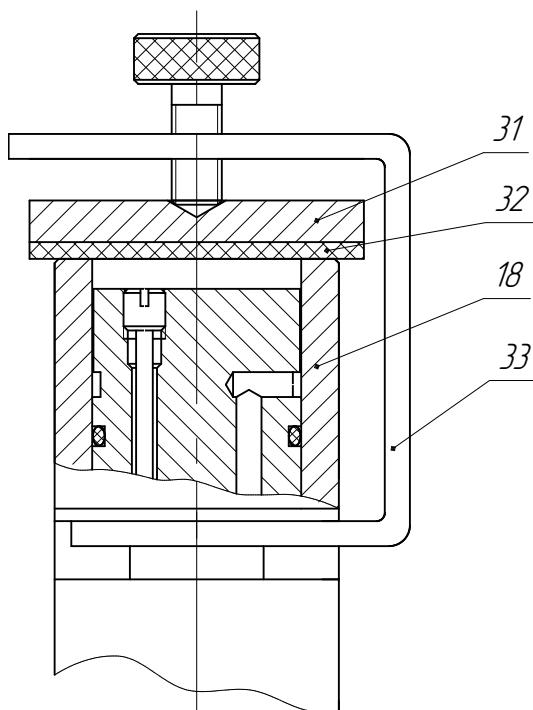

Рисунок 10 – Проверка герметичности
- заглушить сопло калибратора давления, прижав к срезу сопла (поз. 18, рис. 10) пластину (поз. 31) с резиновой прокладкой (поз. 32) с помощью специального приспособления (поз. 33) (входит в комплект поставки);
ВНИМАНИЕ: ПОСЛЕ ОКОНЧАНИЯ ПРОЦЕДУРЫ ПРОВЕРКИ ГЕРМЕТИЧНОСТИ, ВО ИЗБЕЖАНИЕ ПОВРЕЖДЕНИЯ МАНОМЕТРА, ПЛАВНО СБРОСЬТЕ ДАВЛЕНИЕ ИЗ КАЛИБРАТОРА, ОСЛАБЛЯЯ ПРИЖАТИЕ ПЛАСТИНЫ (ПОЗ. 31, РИС. 10) ПРИСПОСОБЛЕНИЯ ДЛЯ ПРОВЕРКИ ГЕРМЕТИЧНОСТИ.